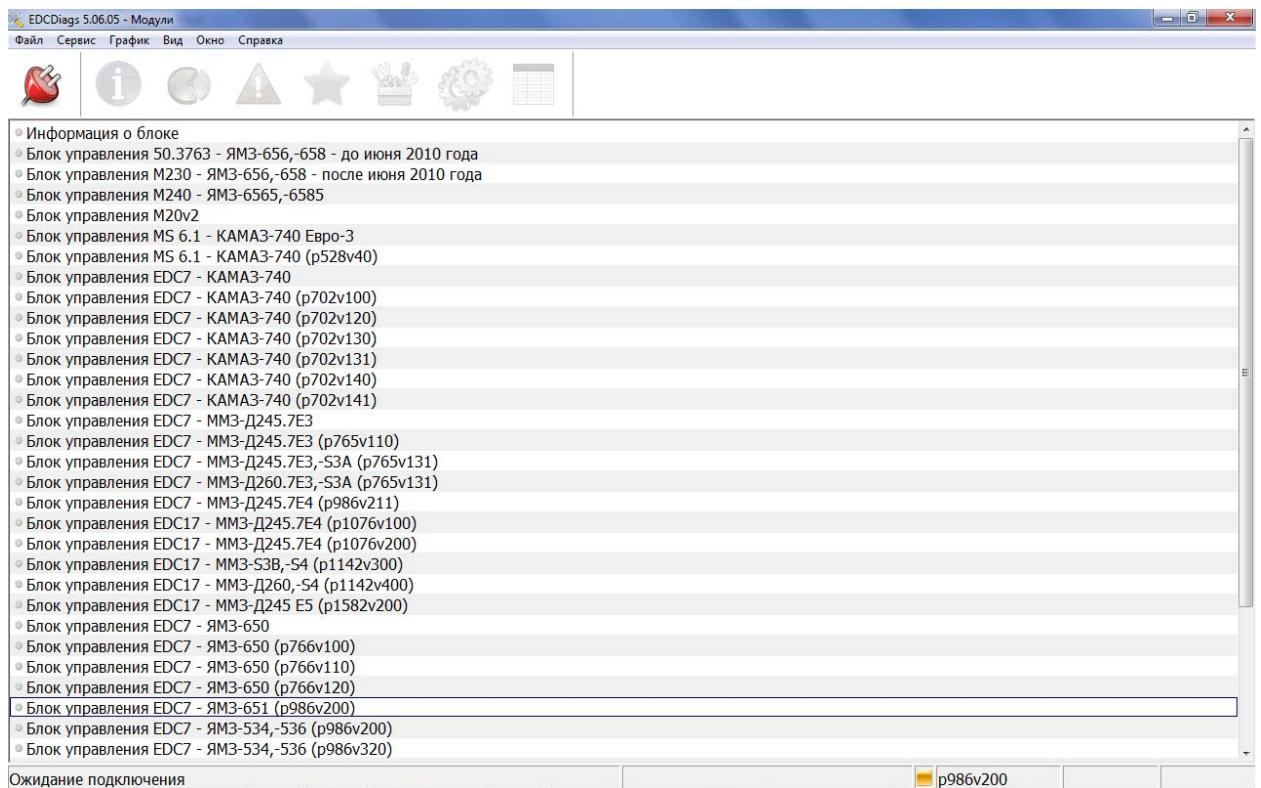

Рис. 3.4.
3.3.1. Открыть программу EDCDiags (Рис. 3.4.), после чего выбрать в списке модель блока управления, и нажать кнопку «Подключить» (для распознавания блока можно выбрать «Информация о блоке», подключиться и нажать кнопку «Обновить» ).